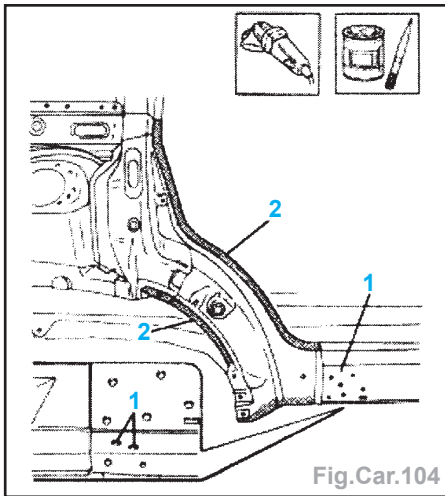

Fig.Car.104
- Effectuer des trous (1) appliquer un apprêt électro-soudable (2) (Fig.Car.104).